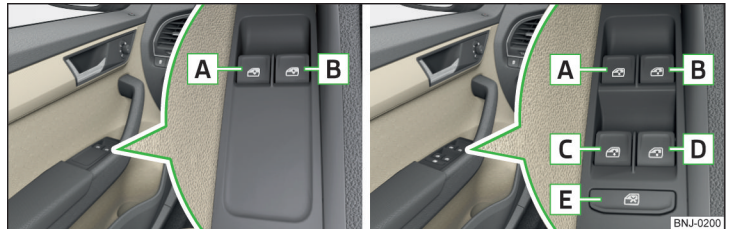

Abb. 52 Tasten der Fensterheber: Variante 1 / Variante 2
Ausstattungsabhängig können durch Drücken/Ziehen der Tasten in der Fahrertür die Fenster vorn - **Variante 1** bzw. die Fenster vorn und hinten - **Variante 2** bedient werden » Abb. 52.
Tasten der Fensterheber » Abb. 52
Das Fahrerfenster kann bei der **Variante 2** » Abb. 52 automatisch vollständig geöffnet/geschlossen werden, indem die Taste bis zum Anschlag gedrückt bzw. gezogen wird. Bei erneutem Drücken/Ziehen der Taste bleibt das Fenster stehen.
- Die **Variante 1** der elektrischen Fensterheber » Abb. 52 auf Seite 60 **verfügt über keine** Kraftbegrenzung. Die Fenster sind vorsichtig zu schließen - es besteht Verletzungsgefahr!
- Das **Beifahrerfenster bei der Variante 2** der elektrischen Fensterheber » Abb. 52 auf Seite 60 **verfügt über keine** Kraftbegrenzung. Das Fenster ist vorsichtig zu schließen - es besteht Verletzungsgefahr!